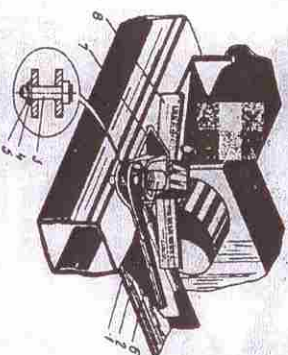

Рис. 5. Ступор поворотного устройства:
4.3.3. Ступор устройства поворотного (рис. 5) служит для блокирования поворотного устройства при маневрировании тракторного поезда задним ходом и состоит из корпуса 7, ступора 2, пружины 1, рукоятки 6 и лонжереля 8.